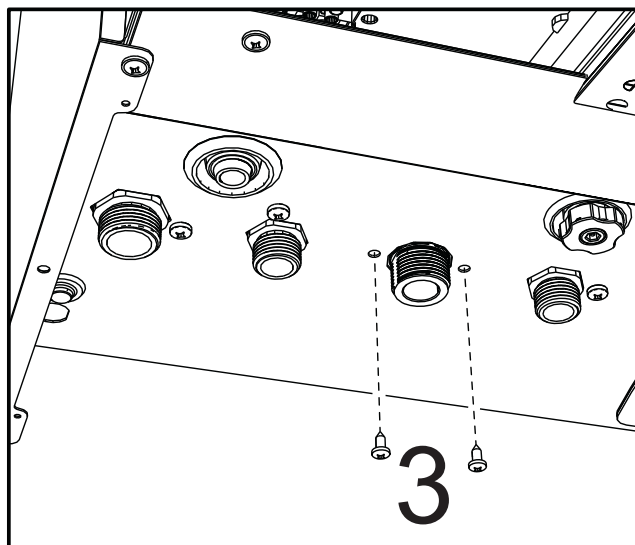

fig. 57
- Draai de schroeven "3" los (fig. 57)